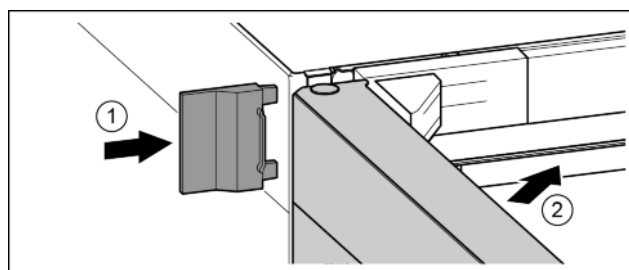

Fig. 23
- ▶ Vnější kryt nasuňte. Fig. 23 (1)
- ▶ Zavírete horní dveře. Fig. 23 (2)